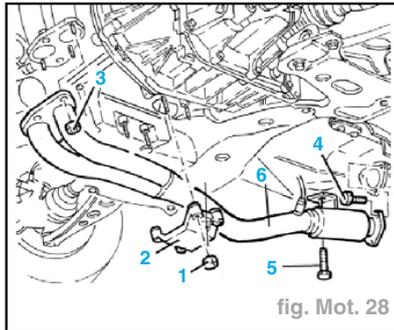

fig. Mot. 28
- Dévisser les écrous de fixation de l'étrier de renfort placé sur le carter d'huile (1) (fig. Mot. 28).